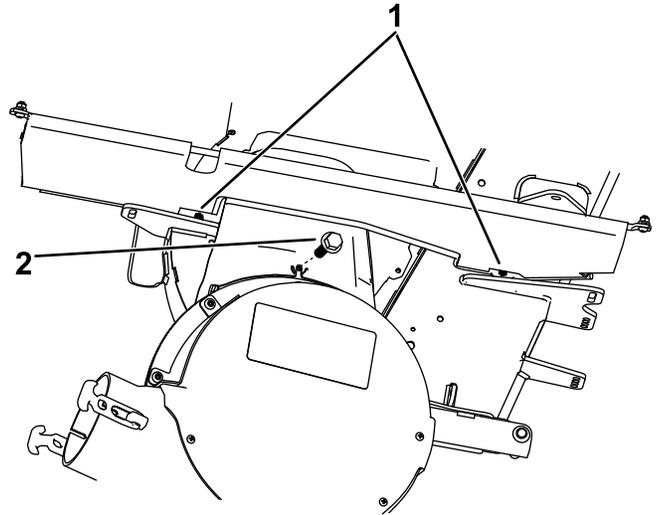

Figura 3
1. Instale la nueva varilla de protección tras el faldón y fíjela con los 2 tornillos nuevos de cabeza hexagonal con arandela prensada ($\frac{1}{4}$ " x $\frac{5}{8}$ ") (Figura 3).